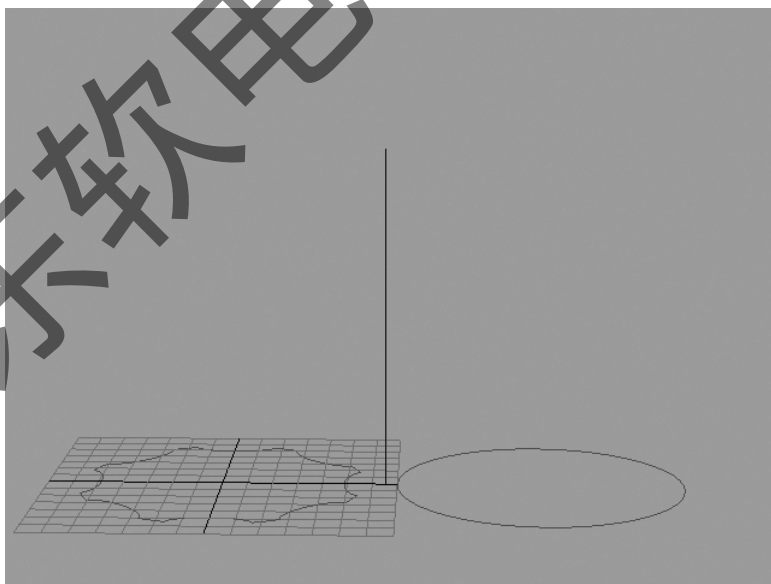

图 4-37 绘制路径
Step12: 选择“”创建面板→“” (图形)→样条线→线, 这条线作为放样时的路径, 此时具备了两个截面、一条路径, 放样的前期准备条件都具备了, 如图 4-37 所示。